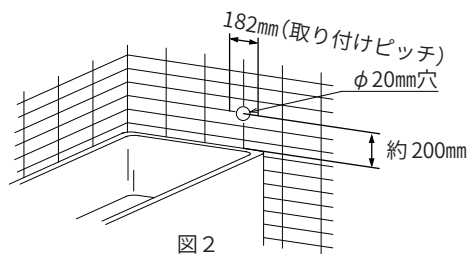

図2
1. 壁にφ20mmのリモコンパイプ貫通穴を開けます。次にリモコン取り付け用の穴を2つ開けます。（図2・3）